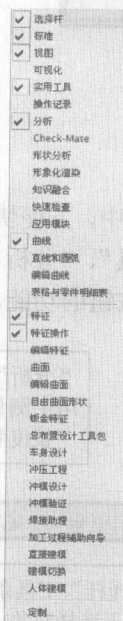

图 1-9 打开或关闭工具条
- 要打开或关闭某工具条，可在工具条区单击鼠标右键，然后从弹出的快捷菜单中选择相应的工具条，如图 1-9 所示。